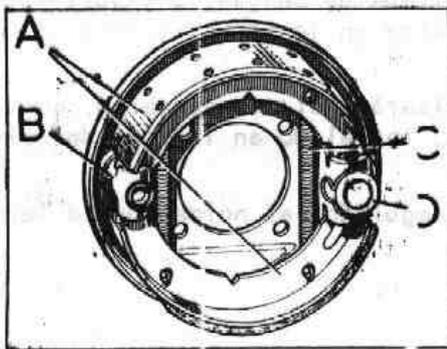

Fig. H-48 Posición de las zapatas
1.1. Quitar las dos zapatas, A (Fig. H-48) juntas, con su muelle de retroceso, C, separando aquellas al desenganchar los muelles.